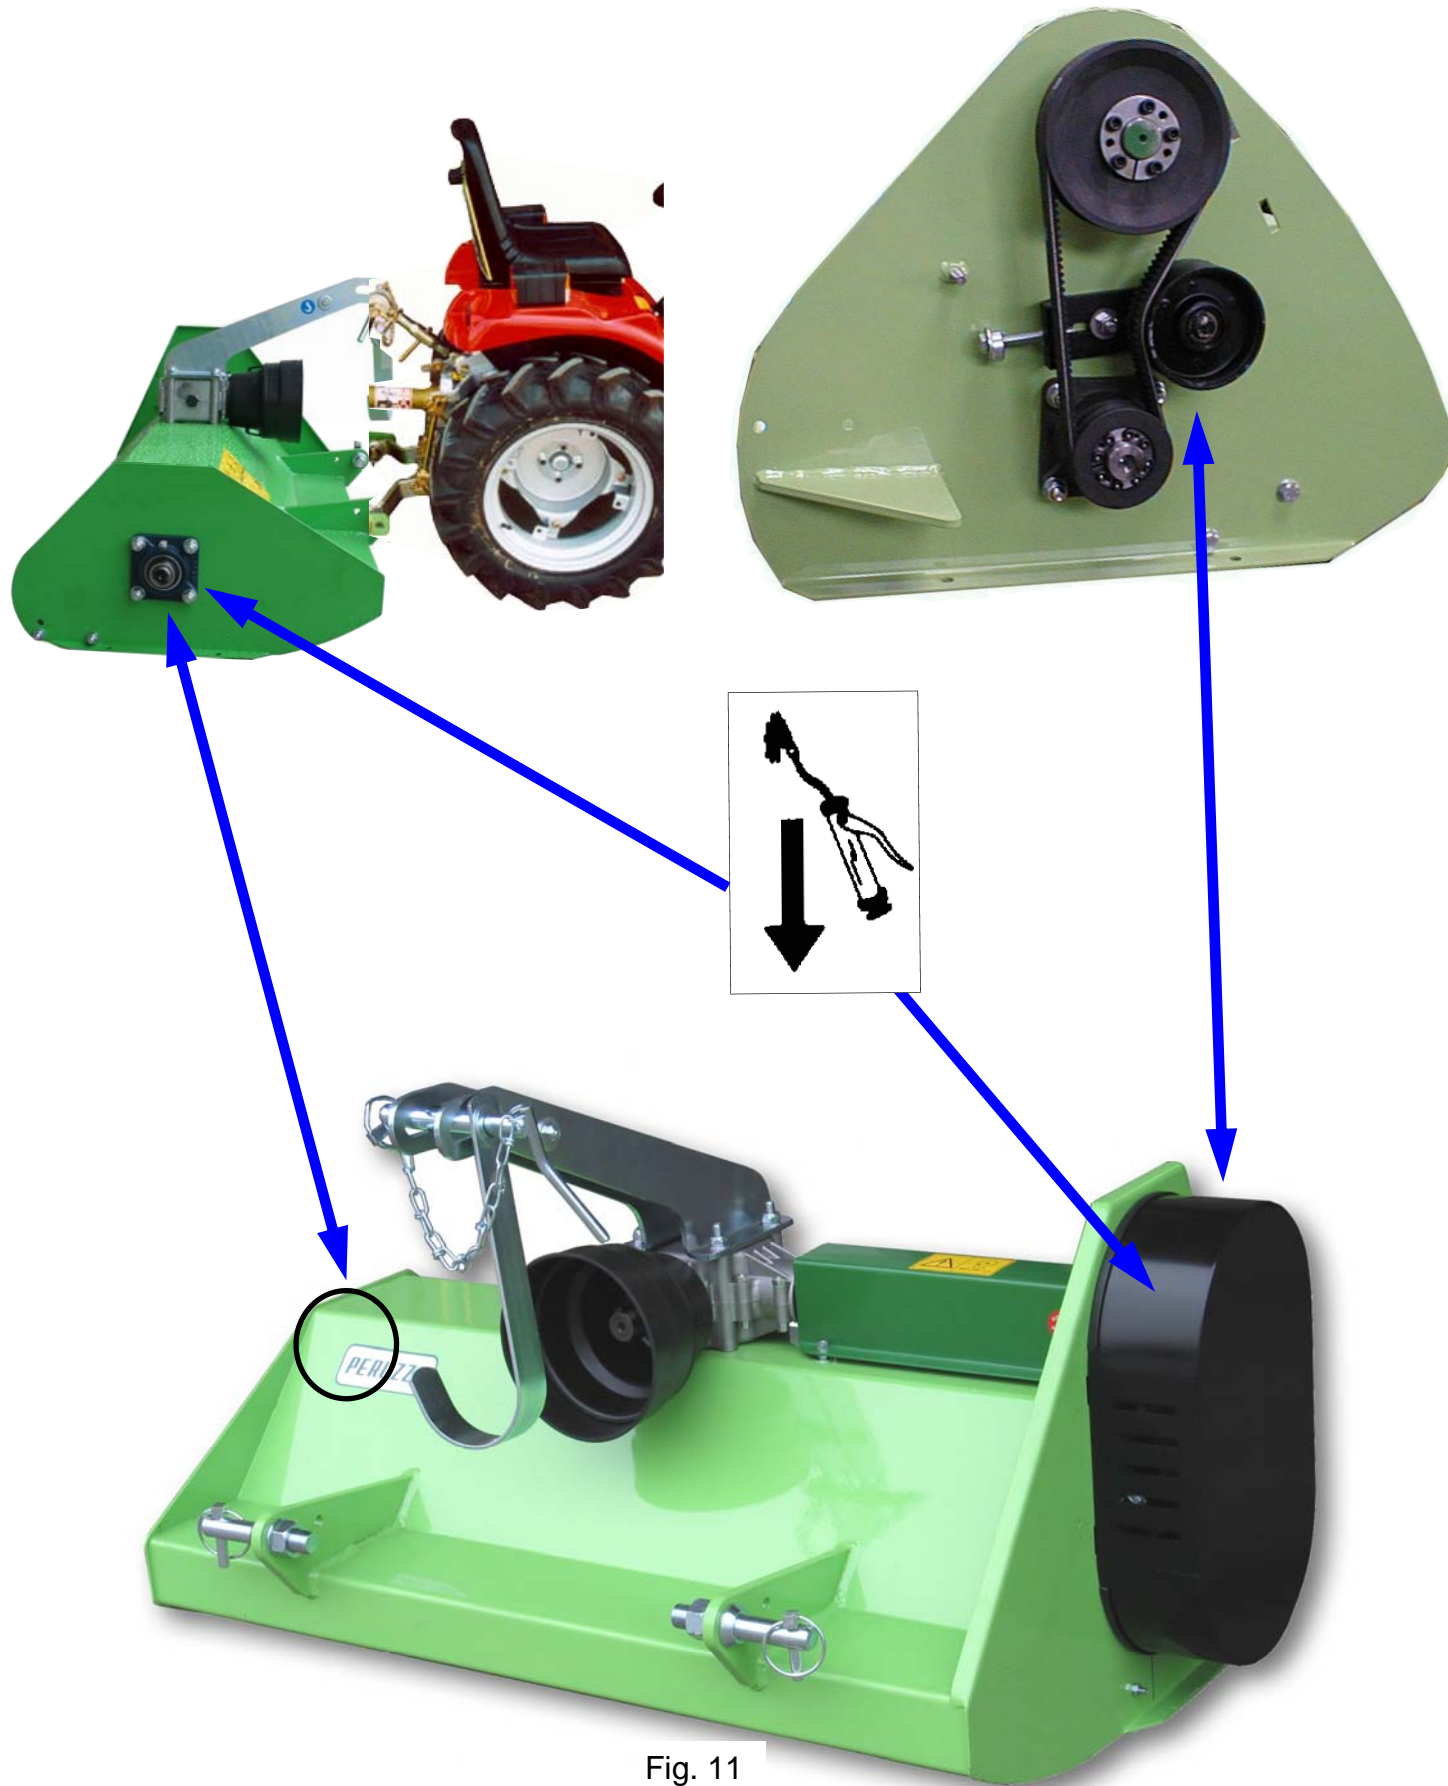

Fig. 11
(Voir Fig. 11)
Siehe Abb. 11
- Smeer de rotorsteunen (lagers). Zie Fig. 11